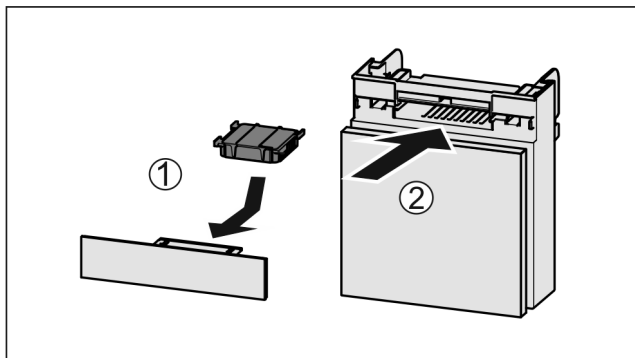

Fig. 191
- ▶ Insérer le filtre à charbon actif d'après le schéma Fig. 191 (1).
- ▶ Insérer le compartiment Fig. 191 (2).